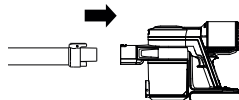

Рис. 1
- Вставьте трубку-удлинитель во всасывающее отверстие на корпусе устройства. Если Вы услышали щелчок, трубка-удлинитель установлена корректно (рис. 1).